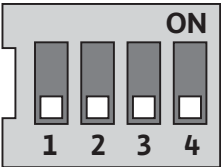

Fig. 28: Микропереключатели
- Микропереключатели (рис. 13, поз. 5/рис. 28) находятся под крышкой корпуса.